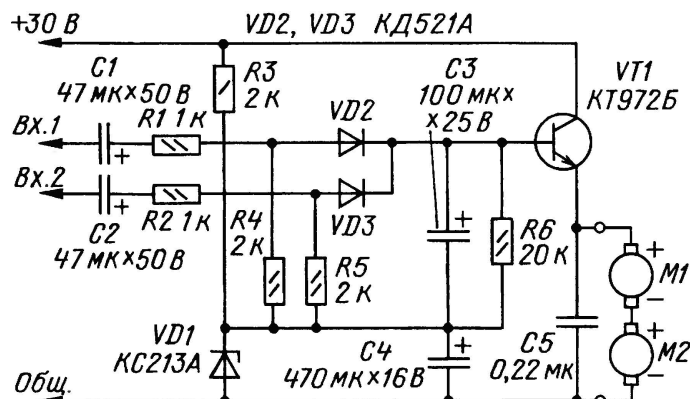

Рис. 6
**Узел управления вентиляторами.** Выходные транзисторы одного канала УМЗЧ установлены на общем теплоотводе с принудительным воздушным охлаждением вентилятором (см. рис. 5). Для уменьшения акустических помех использовано управление напряжением питания двух вентиляторов, соединенных последовательно. Принципиальная схема узла управления вентиляторами приведена на рис. 6.